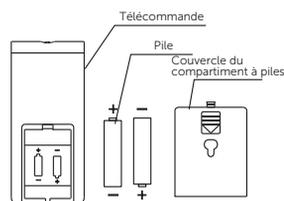

Fig. 10 Compartiment à piles
- (1) Faites glisser le couvercle du compartiment à piles situé à l'arrière de la télécommande.
- (2) Insérez les piles, et assurez-vous que les piles sont placées comme indiqué sur la Fig. 10.
- (3) Remplacez le couvercle du compartiment à piles.